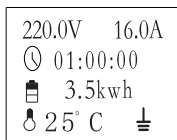
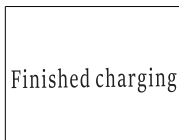

Fig.1
Fig.2
5.1.1 Stecken Sie den Stecker in die Steckdose, das grüne Licht leuchtet, das Steuergerät ist normal eingeschaltet. Die Bildschirmoberfläche ist wie in Abbildung 1 dargestellt.
5.1.4 Nach Abschluss des Ladevorgangs leuchtet das grüne Licht auf. (Abb. 1) und (Abb. 2) werden abwechselnd angezeigt.